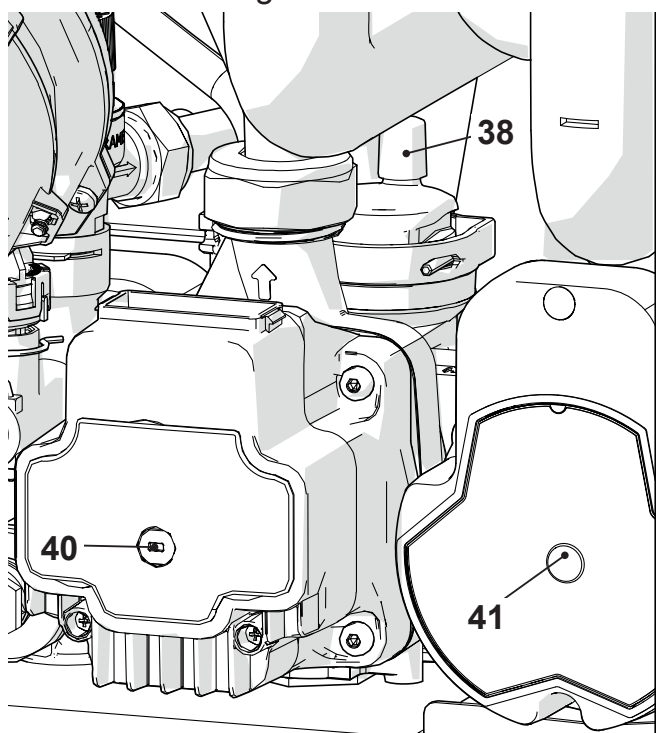

Figura 11.4
- Svitare il tappo della valvola di sfiato automatica 38 in Figura 11.4.
- Togliere il tappo 40 in Figura 11.4 e sbloccare la pompa ruotando il rotore con un cacciavite.
- La pompa PdC (41) in Figura 11.4 è dotata di un circuito di controllo elettronico che provvede automaticamente a sbloccarla.